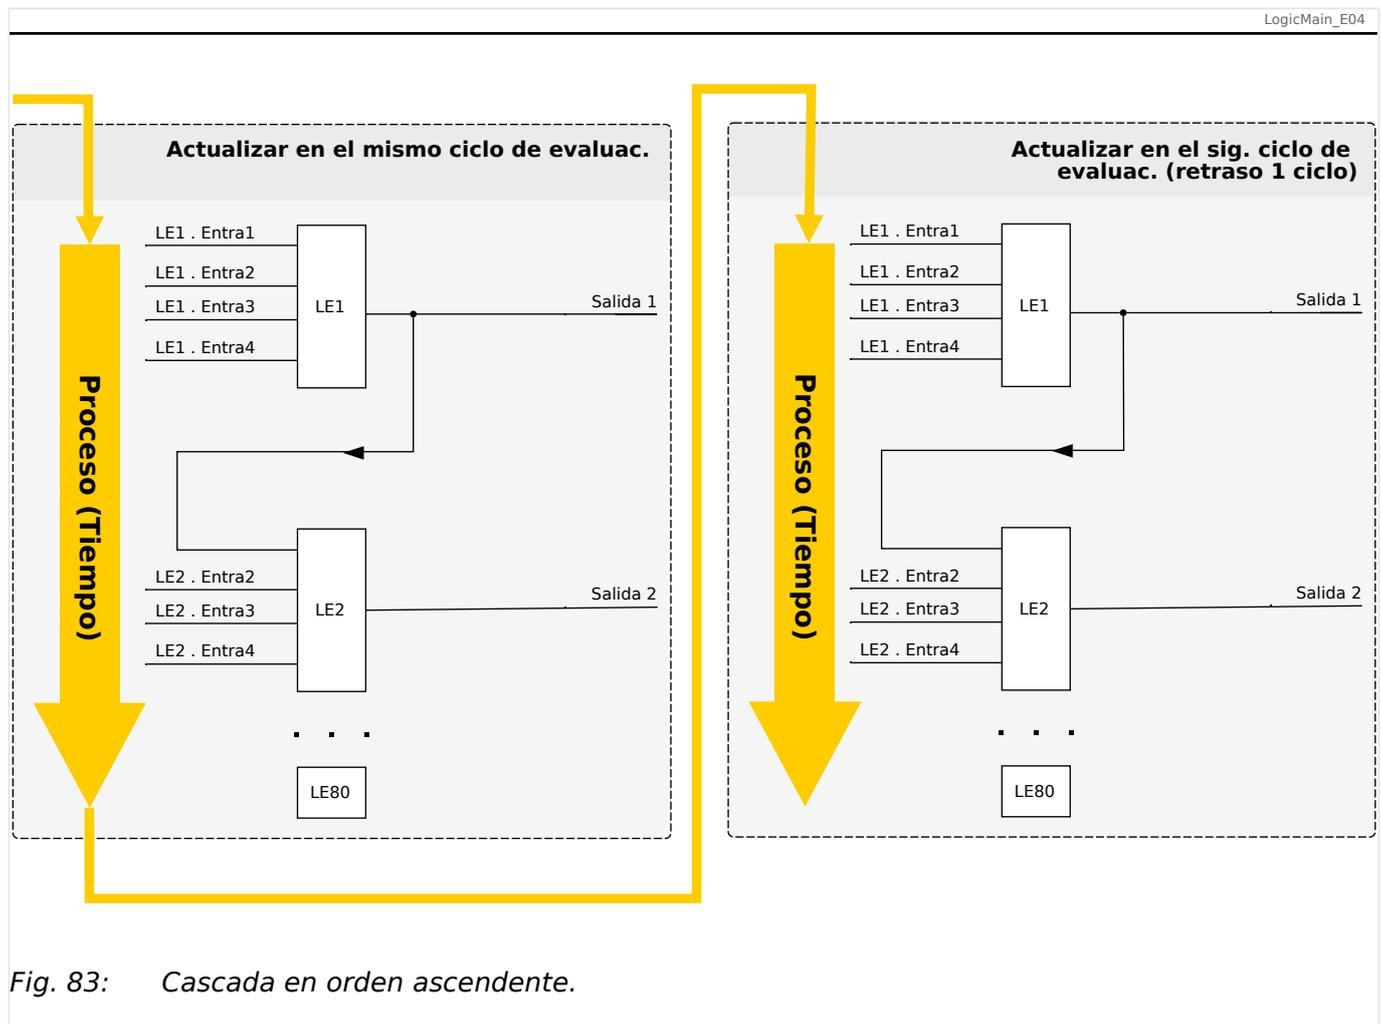
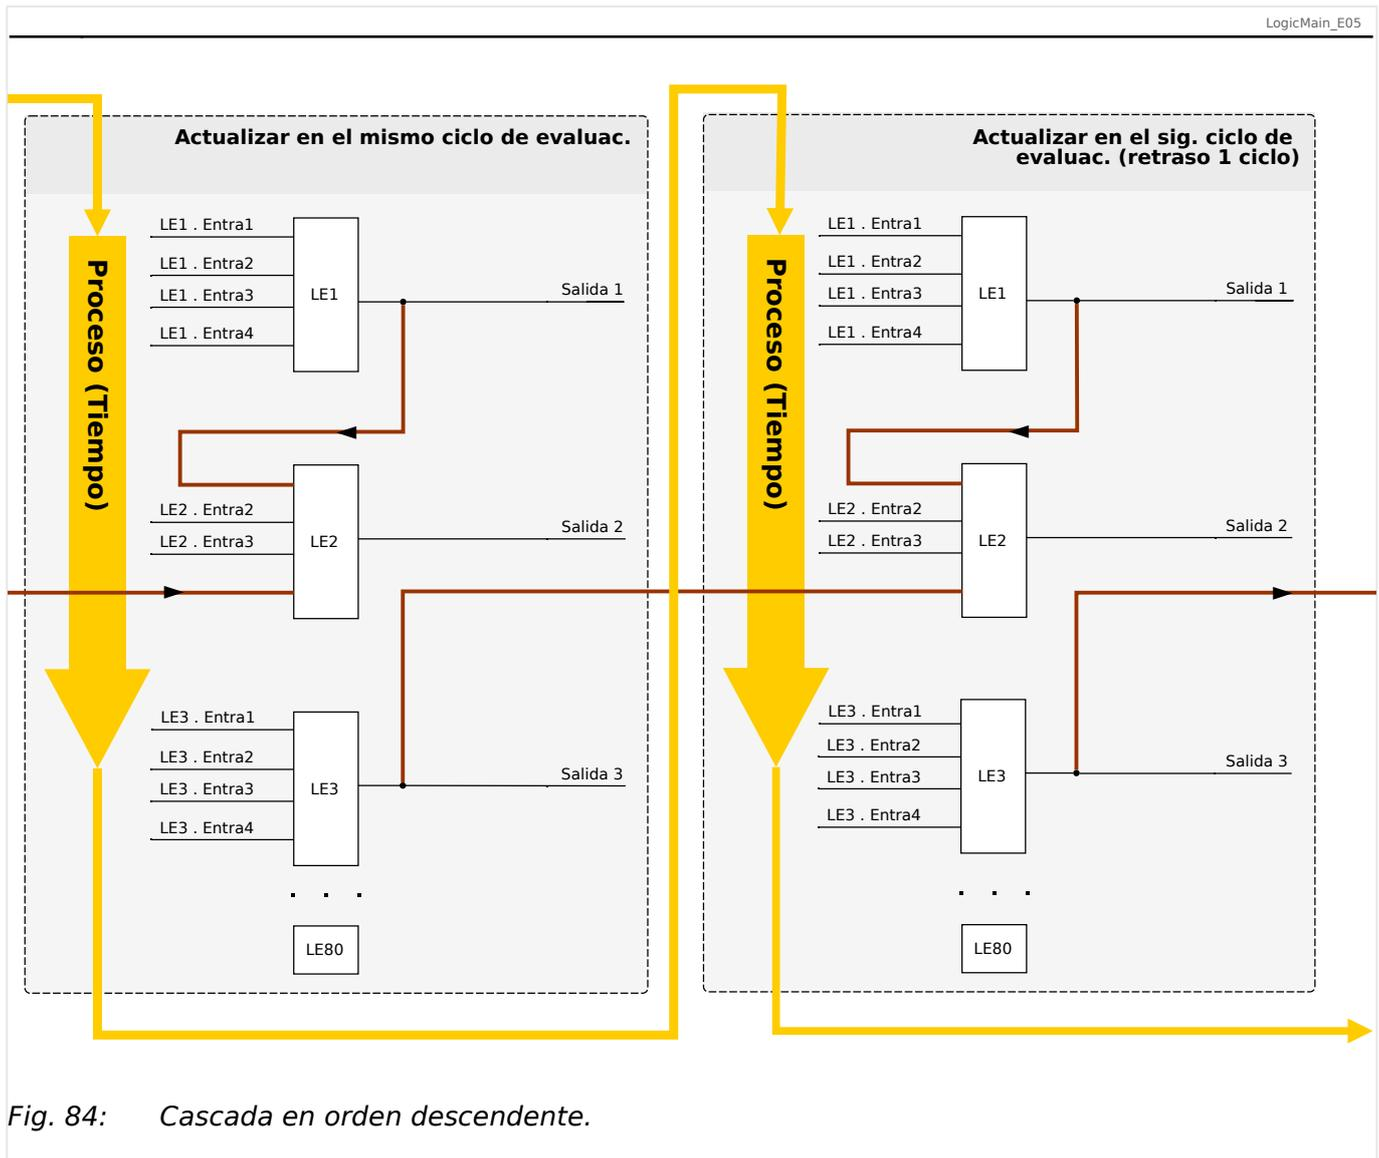

Fig. 83: Cascada en orden ascendente.
Fig. 84: Cascada en orden descendente.
- Una secuencia **ascendente** quiere decir que algunas de las salidas se usarán como entradas de una ecuación lógica con un número **mayor**. Por ejemplo, en el diagrama  Fig. 83 siguiente, se muestra un ejemplo en el que el resultado de la ecuación lógica LE1 se usa como entrada de la ecuación lógica LE2.
- Una secuencia **descendente** quiere decir que algunas de las salidas se usarán como entradas de una ecuación lógica con un número **inferior**. Por ejemplo, en el diagrama  Fig. 84, se muestra un ejemplo en el que el resultado de la ecuación lógica LE3 se usa como entrada de la ecuación lógica LE2.
Tanto la secuencia ascendente como la descendente se pueden usar y combinar entre sí, sin ninguna diferencia inmediata. Sin embargo, como todas las ecuaciones se evalúan en orden ascendente, los valores de tiempo de ejecución en sí que se usen como la entrada de una ecuación tendrán una "antigüedad" distinta, como se muestra en  Fig. 83 y  Fig. 84 a continuación.
En el ejemplo mostrado anteriormente en  Fig. 84, la “Ecuación lógica 2” usa los estados de salida de otras dos ecuaciones, la “Ecuación lógica 1” y la “Ecuación lógica 3”. El resultado de la “Ecuación lógica 1” se usa en orden ascendente y, por lo tanto, se evalúa con el mismo ciclo de proceso. El resultado de la “Ecuación lógica 3” se usa en orden descendente y, por lo tanto, se evalúa en el ciclo de proceso anterior.